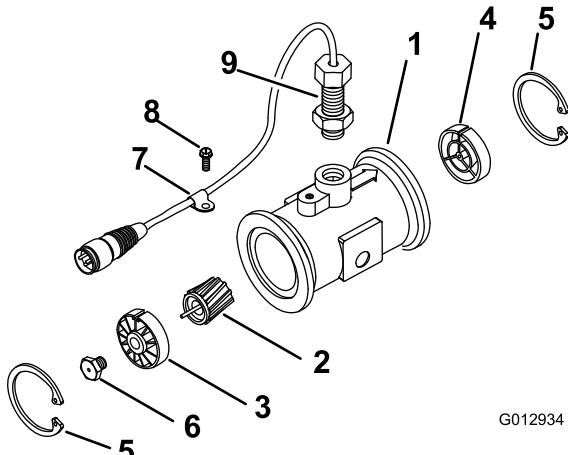

Figura 96
3. Rimuovete l'anello di ritenuta sul lato a monte (Figura 96).